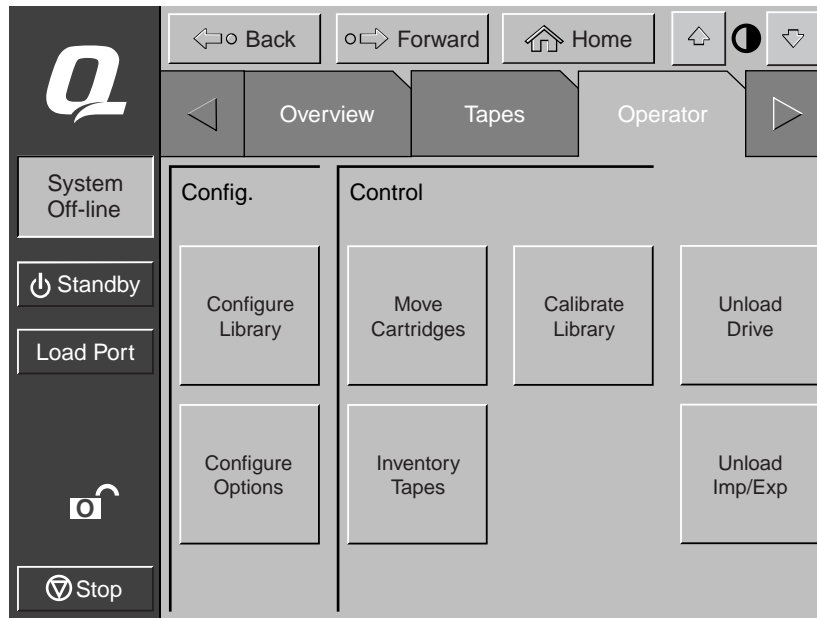

Figure 3-1. Menu Configure Library (configurer la librairie)
1. Dans l'onglet Operator, sélectionnez Configure Library (configurer librairie) (voir la Figure 3-1).